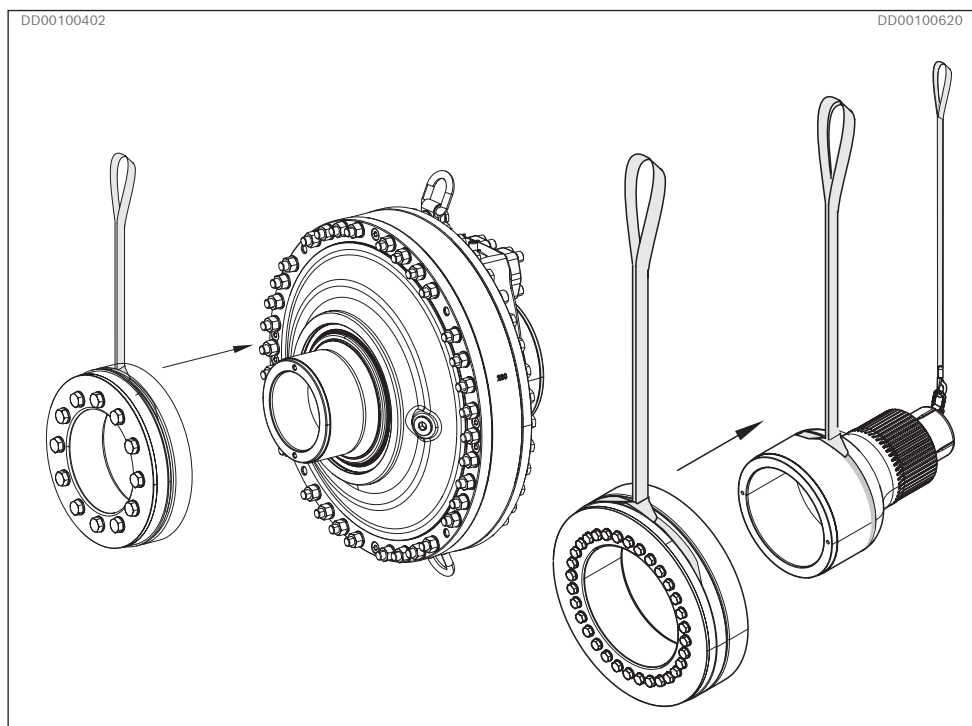
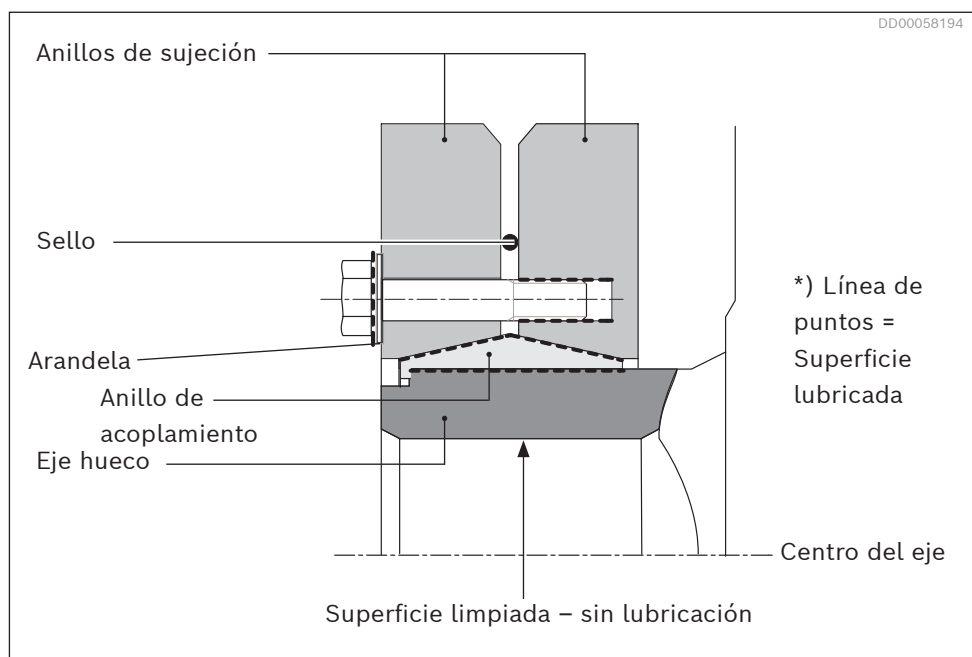

Fig. 33: Instalación del disco compresor en el eje del adaptador o el motor de acoplamiento
Fig. 34: Disco compresor
- ▶ En ningún caso debe transferirse grasa a las superficies que hay entre el eje accionado y el motor de acoplamiento o el eje del adaptador (ver *Fig. 34*).
1. El disco compresor viene de fábrica lubricado con grasa en las superficies cónicas y los tornillos (ver *Fig. 34*). Este lubricante permanecerá en dichas superficies.
4. Instale el disco compresor en el eje hueco. Utilice un soporte adecuado entre los anillos de sujeción (ver *Fig. 33* y *Fig. 34*) El acoplamiento se debe empujar hasta arriba del freno del eje hueco. Si es necesario, separe el anillo de sujeción para facilitar la instalación.
*) La superficie cónica entre el anillo de acoplamiento y los anillos de sujeción, así como los tornillos, se deben engrasar con pasta Molykote G-Rapid plus (ver Fig. 34). La herramienta viene ya de fábrica con este recubrimiento. Cuando se haya realizado el mantenimiento o la reparación de un motor y haya que volver a montarlo, puede ser necesario volver a lubricar de nuevo esas superficies con pasta Molykote G-Rapid plus, pero recuerde: solo aquellas superficies que se indican.